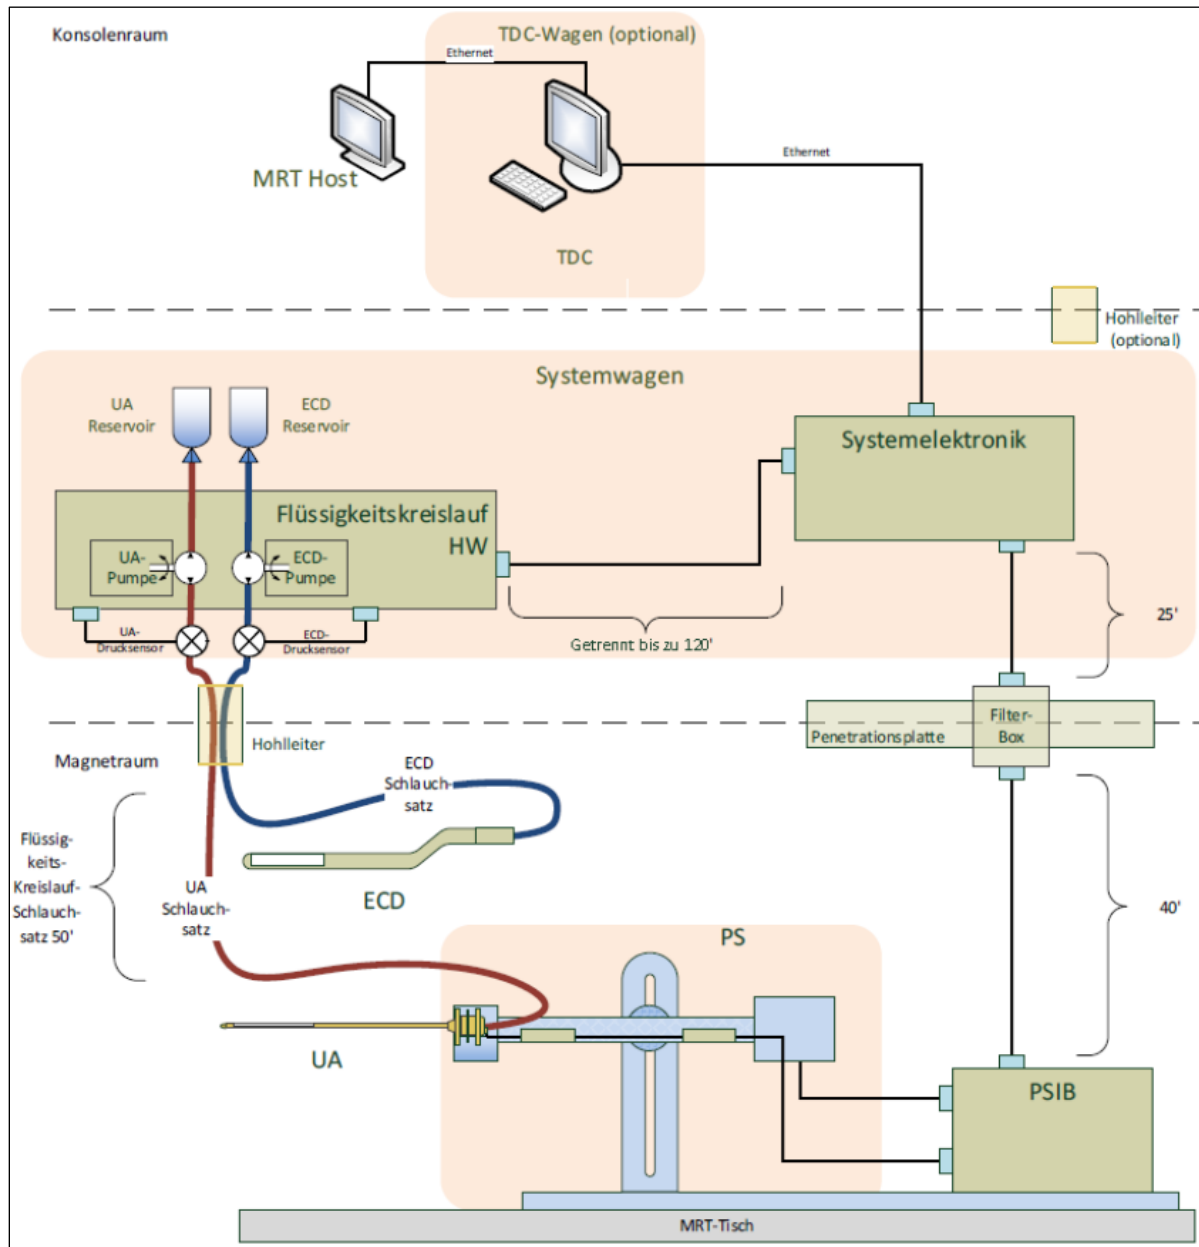

Abbildung 1: Schematische Darstellung der TULSA-PRO® Geräteeinrichtung
*Abbildung 1* zeigt ein Schema der TULSA-PRO® Geräteeinrichtung.